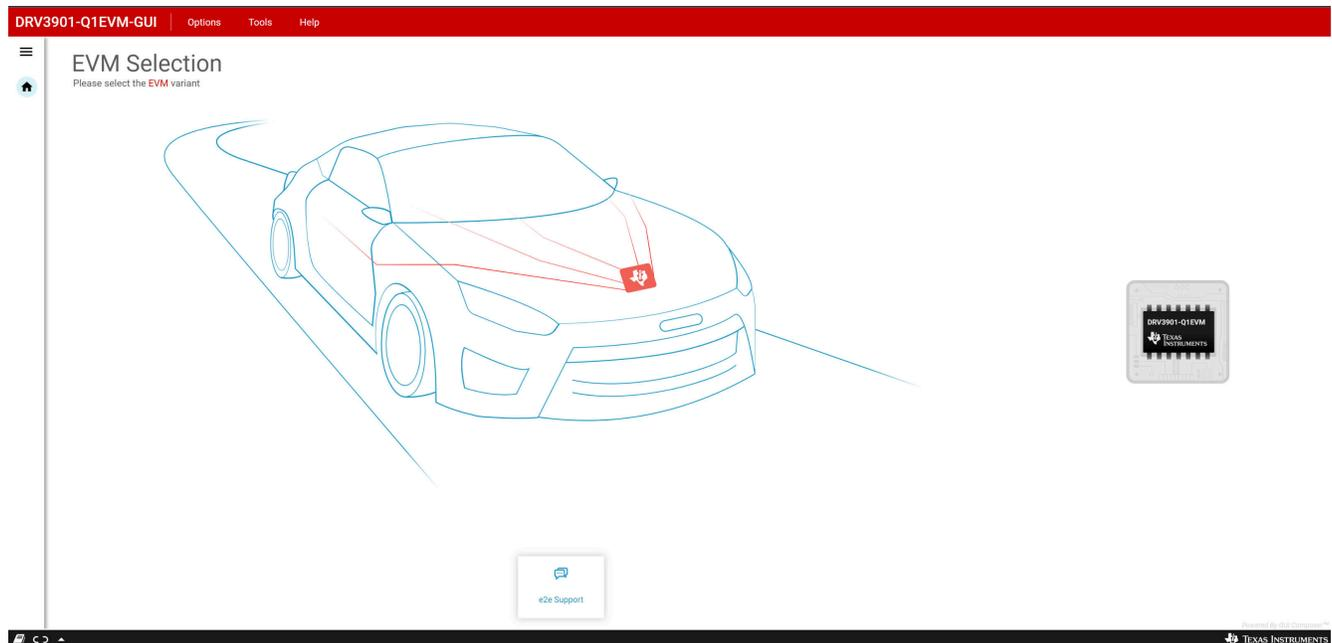

图 4-1. GUI 开始页面
2. 根据图 4-1 中的屏幕指引，点击右侧标记为“DRV3901-Q1EVM”的图标。